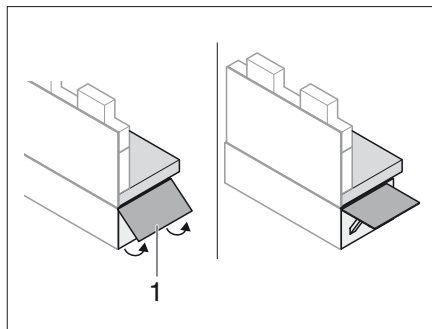

Bild 147 Fäll ut sittbänksförlängning
- Fäll upp sittbänksförlängning (Bild 147,1).
- Skjut in upplåsningfliken och fäll in sittbänksförlängning (Bild 147,1).